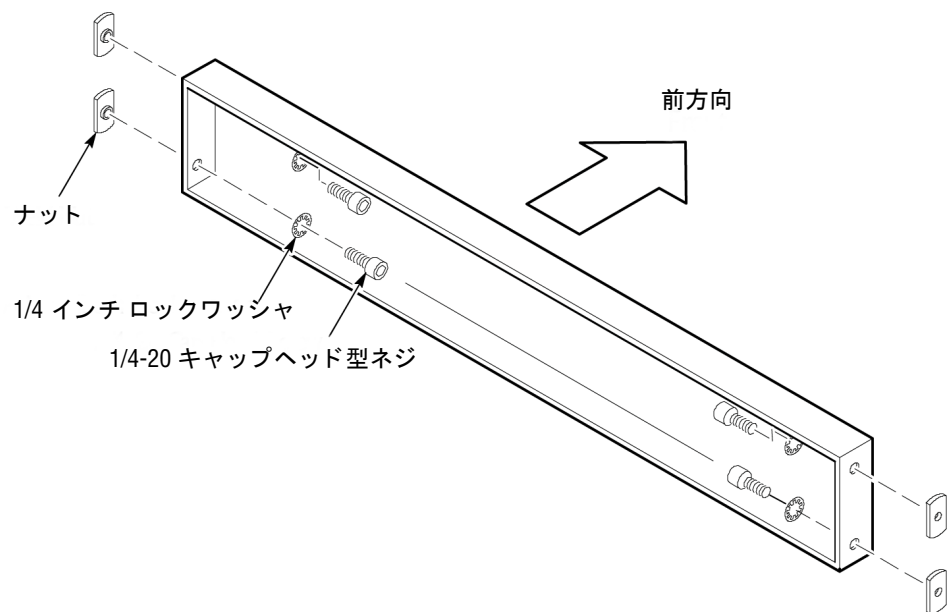

図 3: ストラットの準備
1. 図3に示すようにストラットを準備します。ストラットに対してナットを図に示す位置に固定します。ネジは固く締めずに緩めにしておきます。ナットを1回転以上締めないでください。